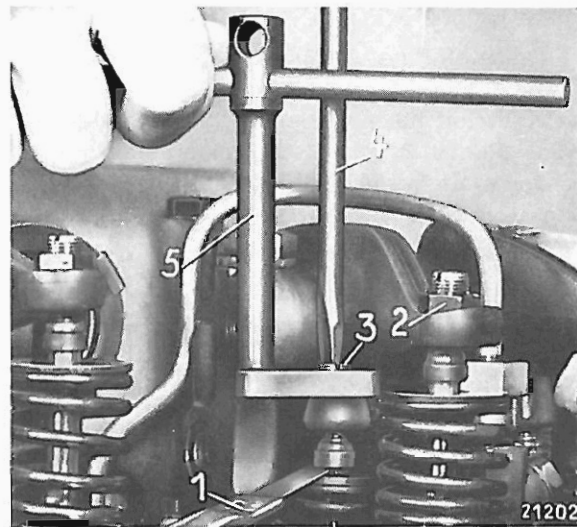

Bild 00–5/1
4. Die Sechskantmutter der Ventileinstellschraube mit Sonderschlüssel 346 589 00 01 00 lösen. Fühlerlehre 000 589 13 23 00 (Toleranzband) zwischen Ventilschaft und Kipphebel schieben (siehe Bild 00–5/1).